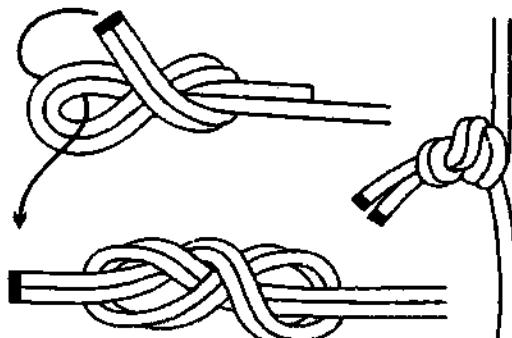

Рис. 753. Девятковый узел.
**Девятковый узел** – это узел **девятка**, завязанный сдвоенными концами (рис. 753). **Девятковый узел** легче развязываеться, чем **дубовый** или **жилковый узлы** и намного превосходит их по крепости.